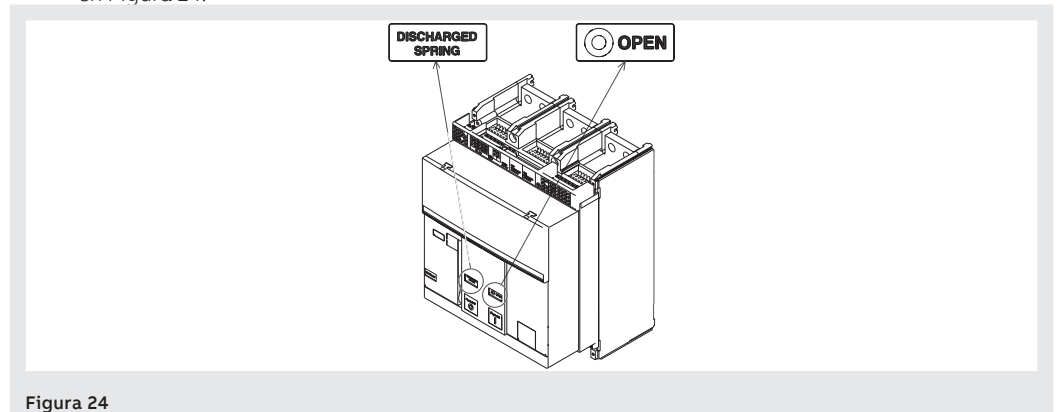

Figura 24
7. Controlar que el interruptor esté abierto (indicador abierto/cerrado "O - OPEN") y controlar que los resortes estén descargados (indicador resortes "blanco - DISCHARGED SPRING") como indicado en Figura 24.